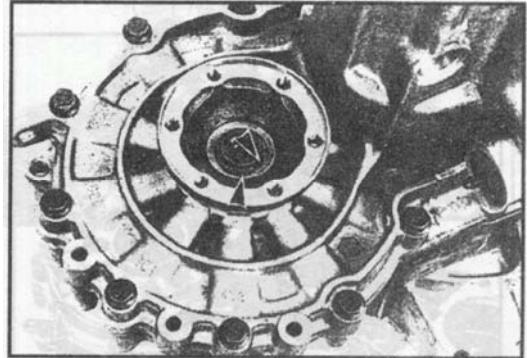

图 4-17 拆卸变速器 (八)
(8) 取出其内的卡环及碟形挡圈，并拆下输出法兰，如图 4-17 所示。